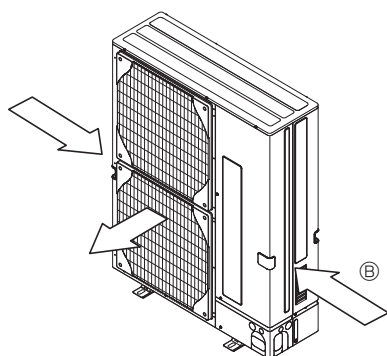

Fig. 2-5
- ③ Posisjoner enheten slik at luftutløpet står vinkelrett på den rådende vindretningen for årstiden, hvis det er mulig. (Fig. 2-5)